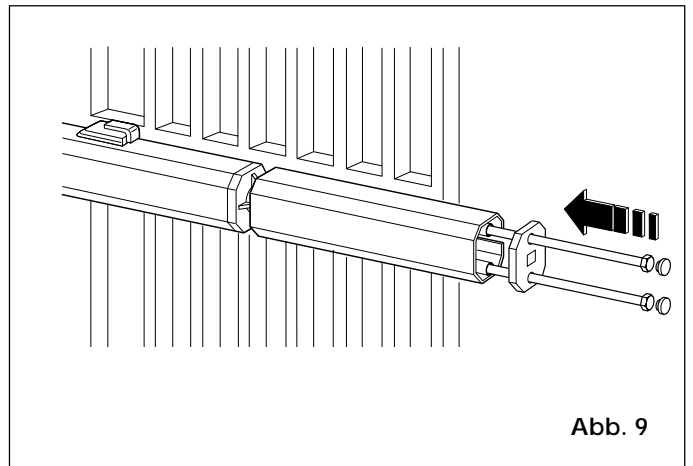
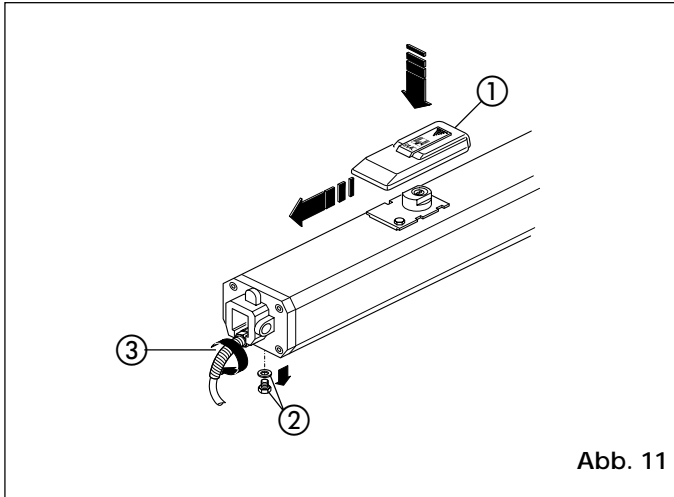

Abb. 9
Abb. 11
- (1) Sämtliche Fixierbolzen der Anschlüsse einfetten
- (2) Ist eine Verschweißung unmöglich, können die Fixierplatten von vorderem und hinterem Anschluß angeschraubt werden.
- 12) Schutzgehäuse vorbereiten und gemäß Abb. 9 am Antrieb anbringen. Knickschutz auf Stromkabel ziehen (Pos. 3, Abb. 11).
- Schutzblende auf Notentriegelung anbringen (Pos.1, Abb. 11).
- Entlüftungsschraube abnehmen (Pos. 2, Abb. 11).